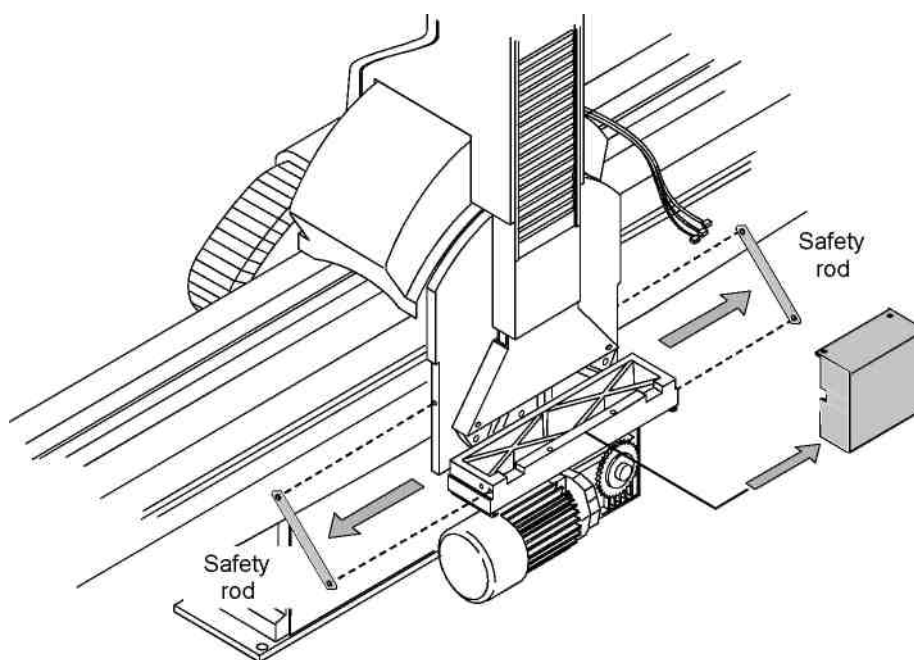

Рис. 3-3
1. Выкрутите все винты, которые служат для фиксации экранно-снимочного устройства с основанием станины, снимите две металлические планки, удерживающие основание двигателя наклона колонны при транспортировке, снимите защитный короб потенциометра наклона колонны (Рис.3-3).